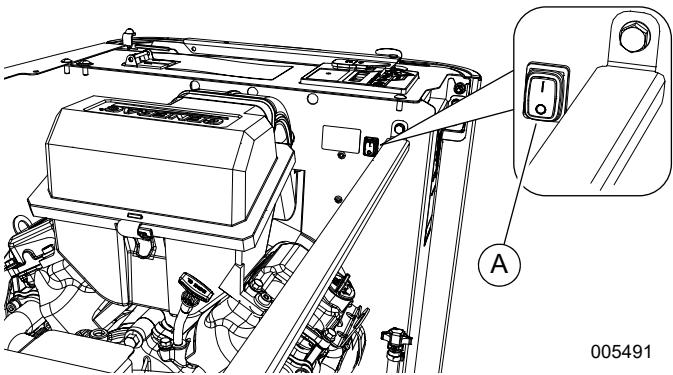

Figure 3-7. Interrupteur d'arrêt auxiliaire interne (14 à 24 kW)
Voir Figure 3-7. Les génératrices de 14 à 24 kW comportent aussi un interrupteur d'arrêt auxiliaire (A) placé à l'intérieur de la génératrice.